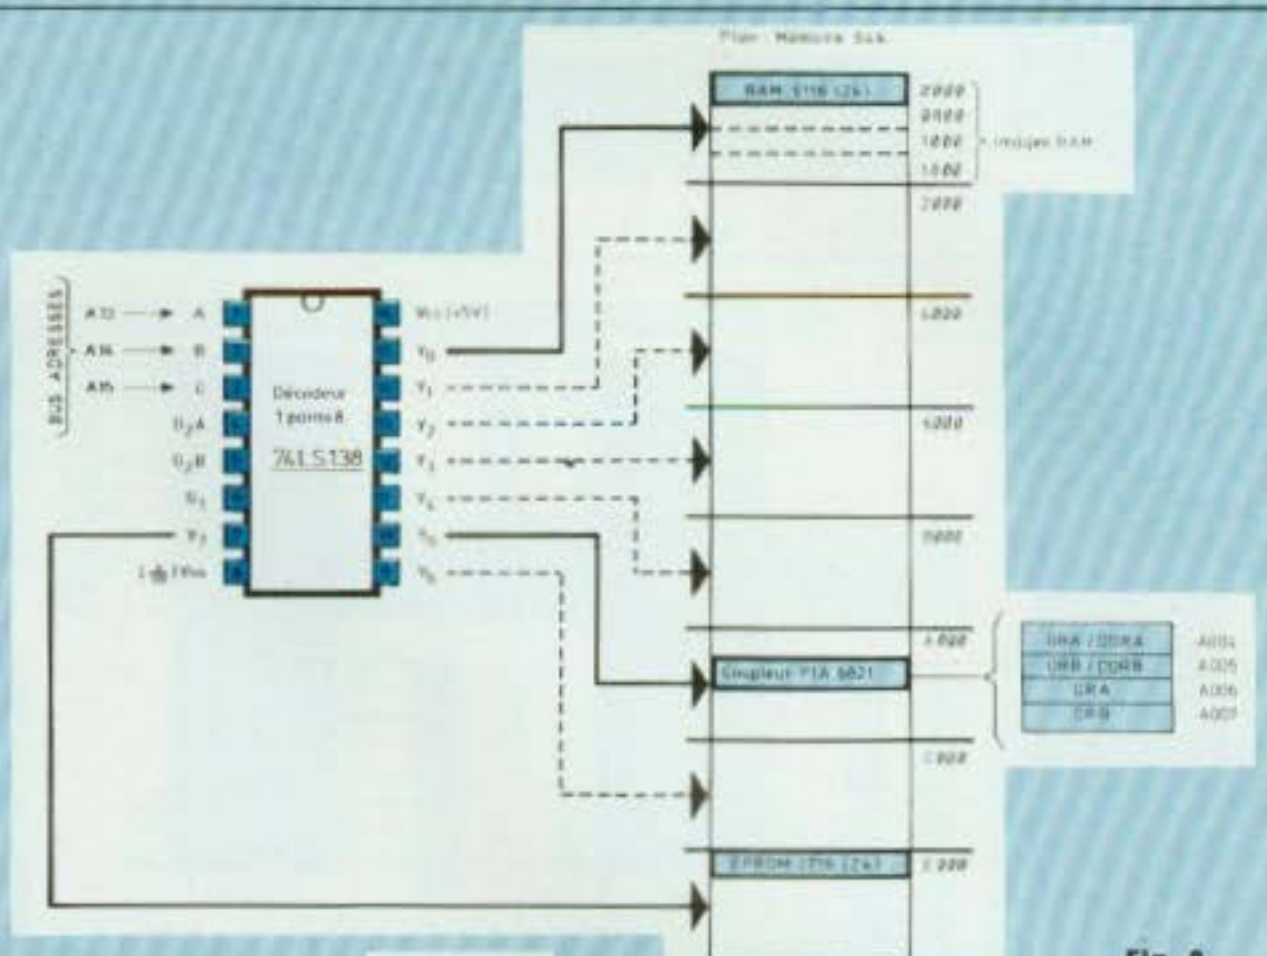

Fig. 8
- Fig. 8 : Adressage des sous-mémoires.
Cette sélection des zones est représentée en figure 8.